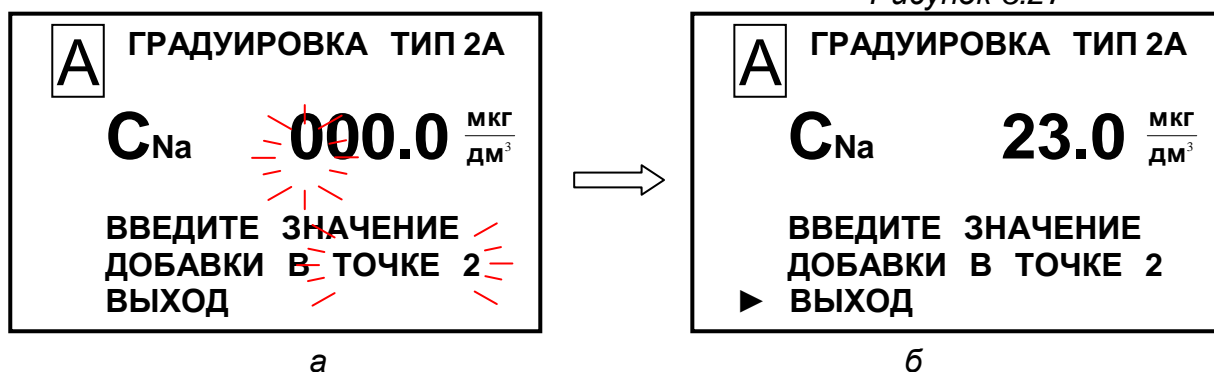

Рисунок 3.28
- 23 Ввести на экране (рисунок 3.28а) значение 23,0 мкг/дм3.
- 24 Установить маркер «►» на строку ВЫХОД (рисунок 3.28б) и нажать кнопку «МЕНЮ ВВОД». Появится экран в соответствии с рисунком 3.29.